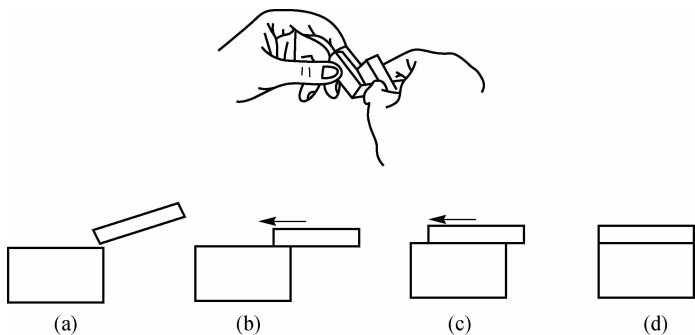

图 1-43 量块的研合过程
(7)量块研合的顺序为:先将小尺寸量块研合,再将研合好的量块与中等尺寸量块研合,最后与大尺寸量块研合,如图1-43所示。